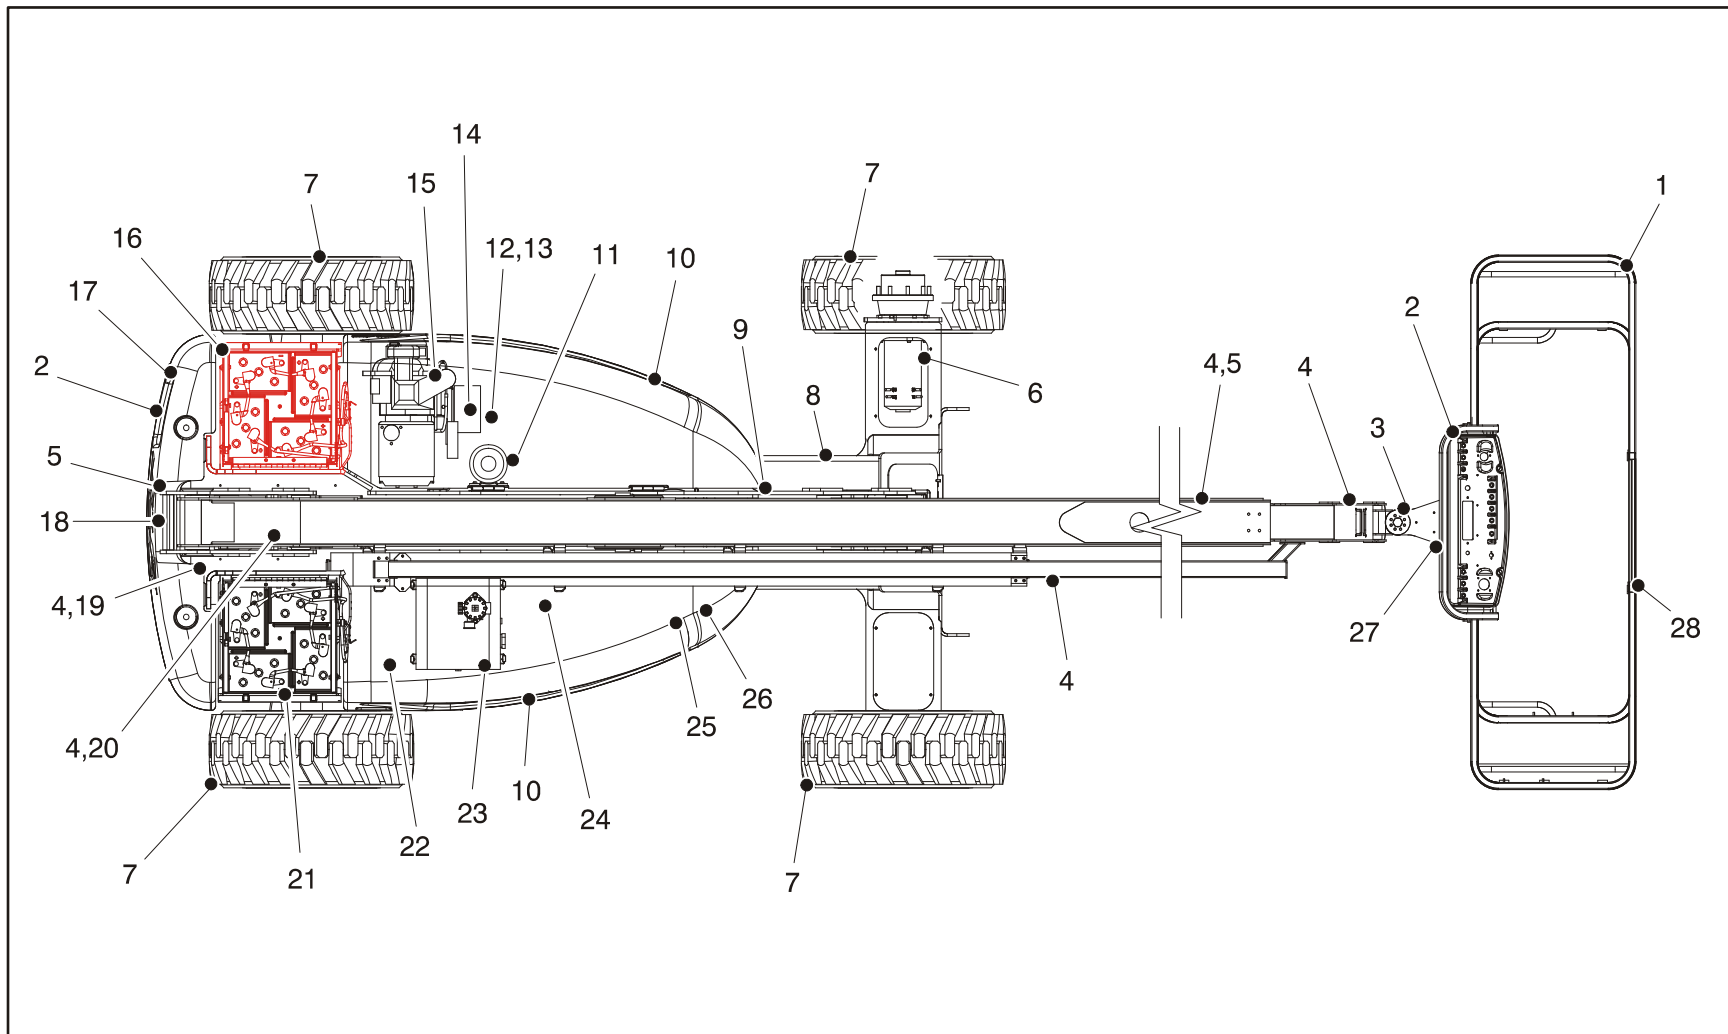
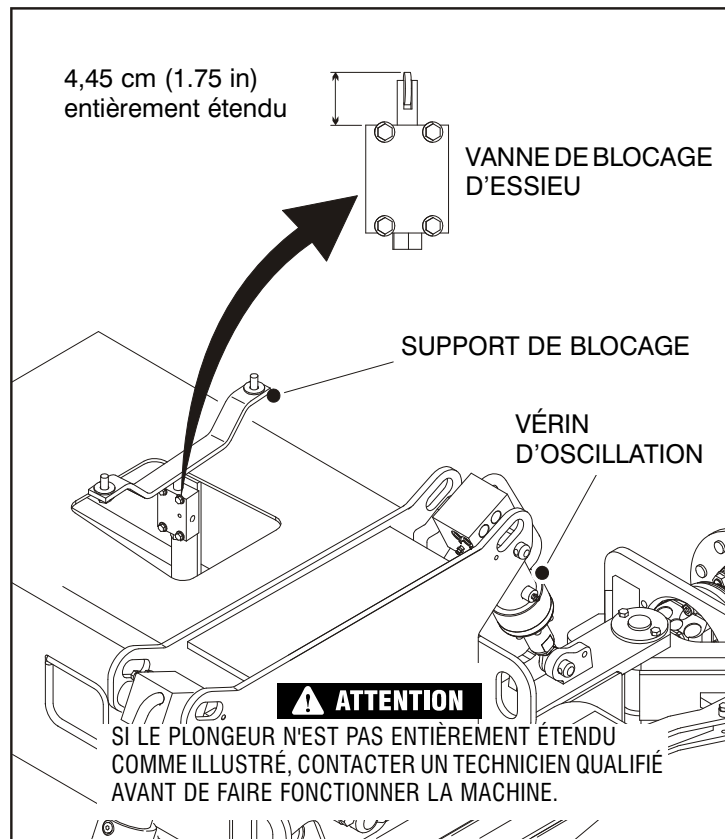

Figure 2-4. Ronde d'inspection quotidienne - Fiche 1 de 4
Figure 2-7. Ronde d'inspection quotidienne - Fiche 4 de 4
4. **“Ronde d'inspection”** – Voir la Figure 2-4., la Figure 2-5. et la Figure 2-7.